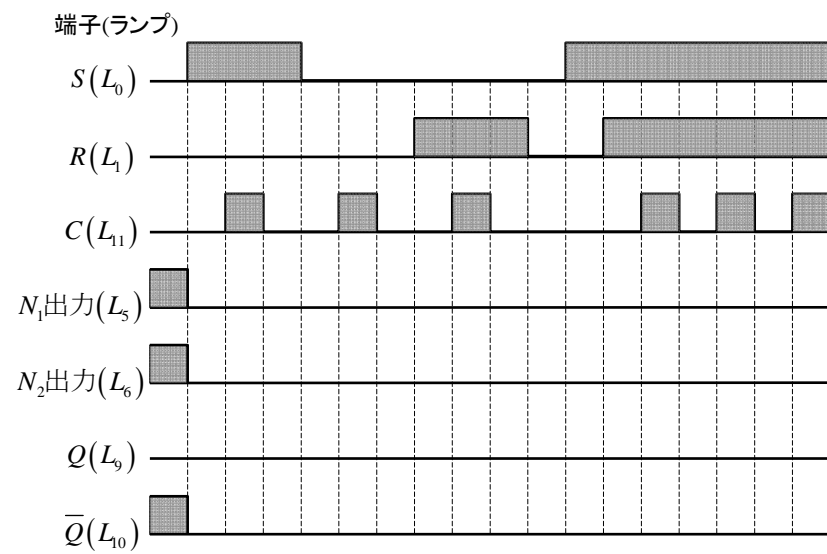

図 12 セット優先 $R-S$ フリップフロップのタイムチャート
a) 図 12 のタイムチャートに従い、フリップフロップの入力端子に対応する 3 個の入力スイッチ S_0 , S_1 及び P_1 をオンオフにして、フリップフロップの中間出力及び最終出力端子に対応するランプ L_5 , L_6 及び L_9 , L_{10} の状態を図 12 に記録する.